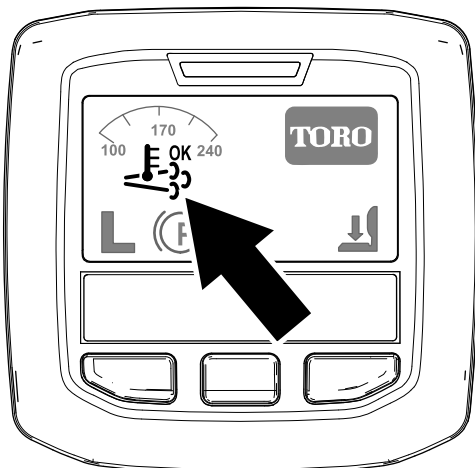

Figure 44
- L'icône de régénération assistée/réinitialisée s'affiche dans l'InfoCenter (Figure 44).